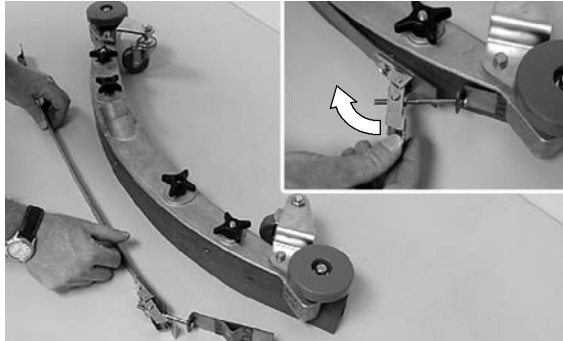

FIG. 51
2. Détachez l'agrafe de la bande et retirez la bande du bloc de racloir (Figure 51).